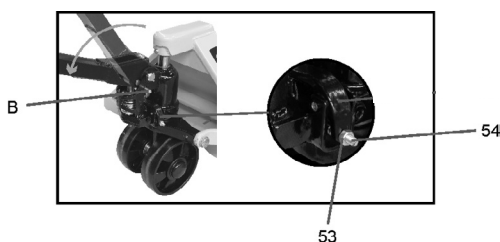

Fig. 6 – Retirando o pino
- d. O pistão de acionamento do cabo vem travado com um pino “B”, ver fig. 6.
- e. Para o correto funcionamento do equipamento, posicione o cabo totalmente na horizontal e remova o pino trava da mola “B”, ver fig. 6.
Em caso de necessidade de ajuste da alavanca para elevar ou baixar a carga, faça o ajuste através do parafuso “54”, conforme fig. 6, e depois de concluído o ajuste, trave o parafuso “54” apertando a porca “53”.